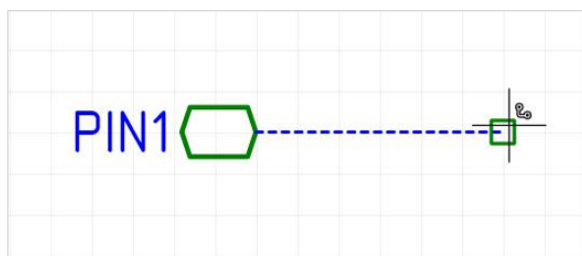

Рис. 272 Размещение цепи от порта
- Разместите порт на схеме, см. Рис. 272. Положение порта будет зафиксировано, после этого активируется размещение цепи/шины. Размещение цепи/шины осуществляется стандартными способами.